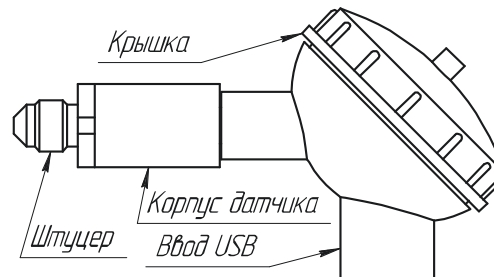

Рисунок 1– Внешний вид автономного регистратора избыточного давления **EClerk®-USB-PT-KI**
5.1 Внешний вид регистратора приведен на рис. 1.